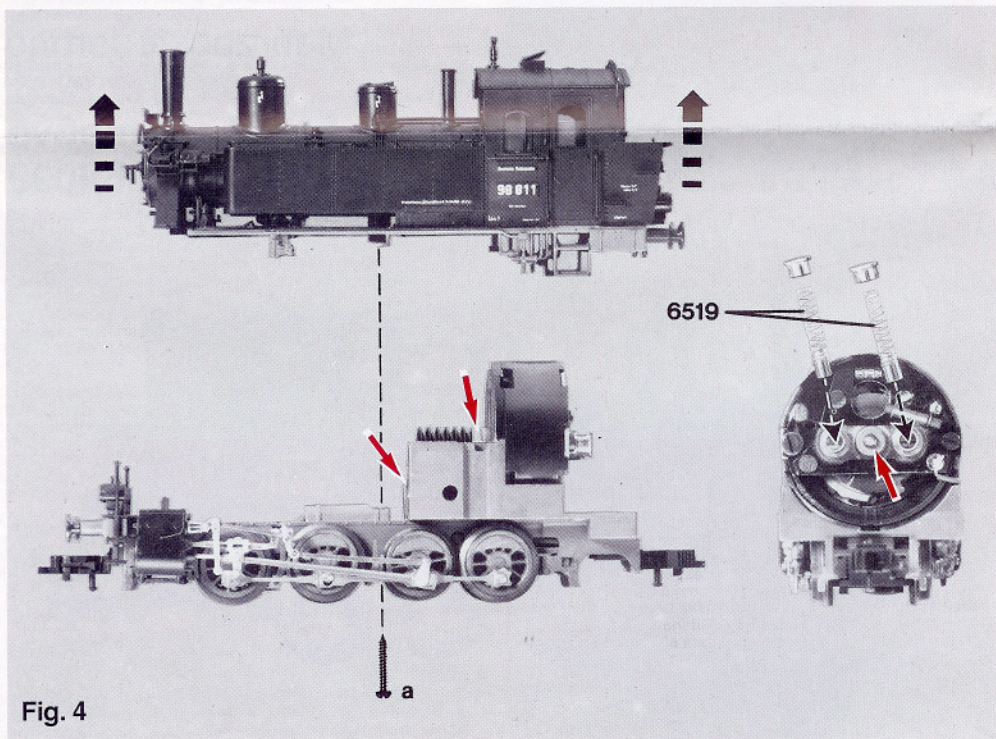

Fig. 4
**Öffnen:** Ein Öffnen der Lok ist nur zum Schleifkohlenwechsel und Ölen der Motor- und Getriebelager erforderlich (Fig. 4).
**Ölen:** Geölt werden Motor und Getriebe nur an den gekennzeichneten Lagerstellen (Fig. 4, 5).
**Opening:** Opening the loco is only necessary to change the brushes and oil the motor and gears. (fig. 4). Remove the screw **a**. Carefully lift the body upwards. **Spare carbon brushes: 6519.**
**Lubrication:** The motor and gear-box need only be lightly oiled at the bearing points marked (fig. 4, 5). Only use **FLEISCHMANN-oil 6599**. Only put a tiny drop in each place ( → ), otherwise it will be overoiled. An applicator needle is located in the cap of the oil bottle for your use.
**Ouverture:** L'ouverture de la loco n'est nécessaire que pour l'échange de charbons et huilage du moteur et des pièces mobiles (fig. 4).
**Graissage:** Le moteur et les engrenages doivent être huilés uniquement aux endroits indiqués (fig. 4, 5). N'utilisez que l'huile recommandée **FLEISCHMANN 6599**. Une seule goutte par point à lubrifier ( → ) afin d'éviter tout excès. L'aiguille montée dans le bouchon du petit flacon convient parfaitement à cet usage.
**Openen:** Het openen van de loc is noodzakelijk voor: het verwisselen van de koolborstels en het oliën van de motorlagers en tandwielassen (fig. 4).
**Olieën:** De motor en de aandrijving hoeven alleen op de aangegeven plaatsen geolied te worden (fig. 4, 5). Alleen **FLEISCHMANN-olie 6599** gebruiken. Een klein druppeltje per smeerpunt ( → ) is heus voldoende, anders wordt de zaak te vet. Voor een juiste dosering het spuitje gebruiken dat wordt bijgeleverd in het oliefllesjes.
**Inoljning:** Motor och drev inoljas på de visade lagren (fig. 4, 5). Använd bara **FLEISCHMANN**-olja **6599**. Endast en droppe per ställe ( → ), annars blir det för mycket. Använd nålen, som är fäst i locket till oljeflaskan får dosering.
**Apertura:** Aprire la locomotiva solo per il cambio dei carboncini di contatto e per lubrificare il motore e gli ingranaggi (fig. 4). Rimuovere la vit a. Sfilare la carcassa della locomotiva verticalmente in alto. **Carboncini di ricambio: 6519.**
**Lubrificazione:** Il motore e l'ingranaggio vengono lubrificati solo nei punti contrassegnati dei supporti (fig. 4, 5). Utilizzare solo olio **FLEISCHMANN 6599**. Usare soltanto una piccola goccia per ogni punto di oliatura ( → ), altrimenti si rischia di oliare troppo. Per il dosaggio utilizzare l'ago di cui è provvisto il tappo di chiusura del flacone dell'olio.